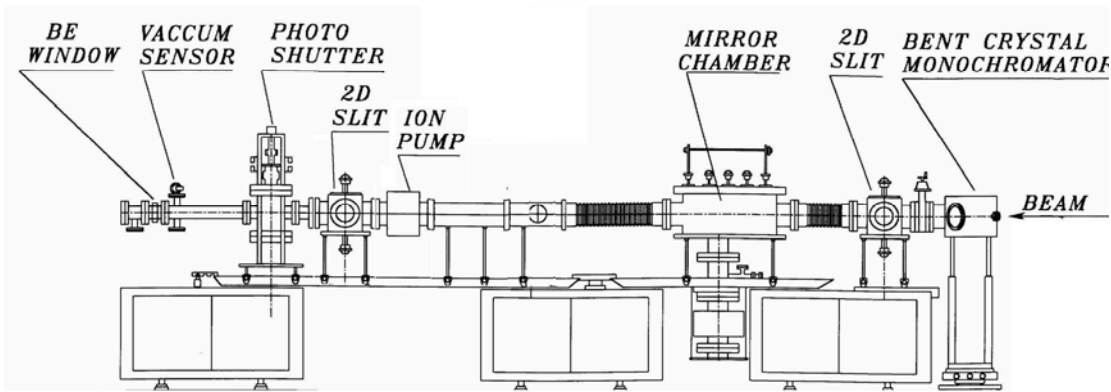
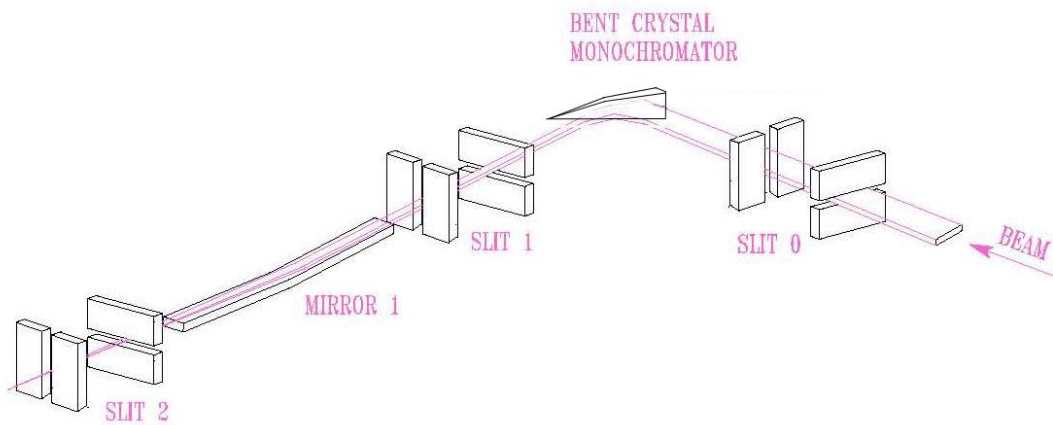

图 1 1W1A 束线装置图
图 2 1W1A 束线光路图
北京同步辐射装置 1W1A 光束线是一条双聚焦的单色 X 光束线，主要光学元件是一个斜切的三角形弯晶单色器和一个压弯平面镜组成。单色器有两组晶体：Si (220) 和 Si (422)，分别选择 1.54 埃和 0.89 埃波长的单色光，完成同步辐射光的单色化和水平聚焦功能。目前主要使用 Si (220) 晶体，选择 1.54 埃的单色光。反射镜为 Al 基础上镀 500 埃的 Pt 膜，实现同步辐射光垂直聚焦功能并消除高次谐波。1W1A 束线装置和光路分别如图 1、及图 2 所示。